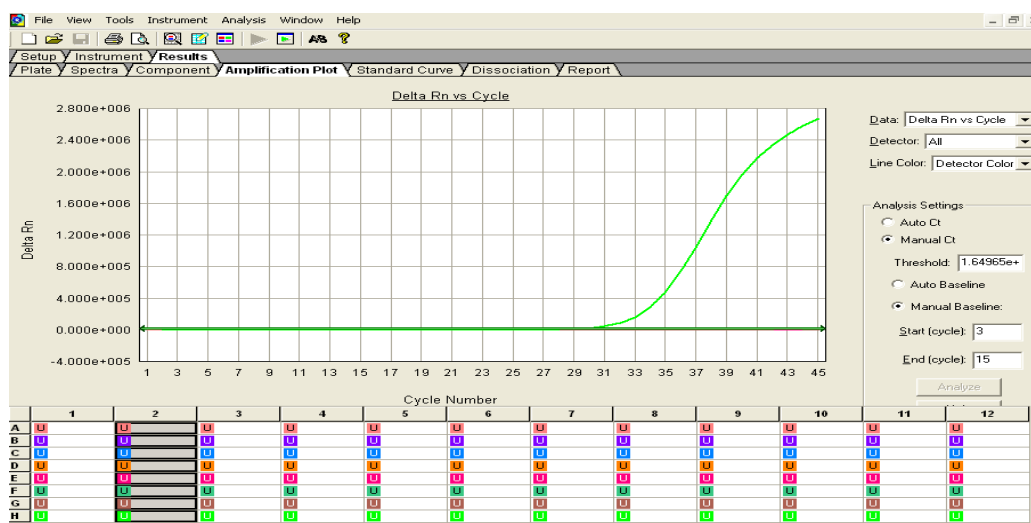

Figura 25.- Muestra con resultado Negativo.
- o) **Resultado Negativo:** Se reportará un resultado negativo al observar una sigmoide en el detector de RP Curva de amplificación "Verde Fluorescente". (Figura 25).